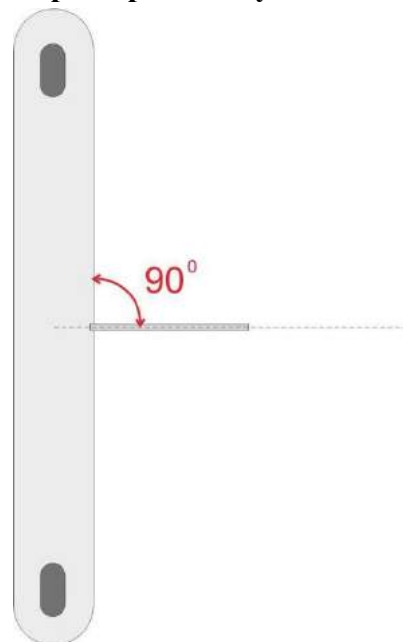

Рис. 16 – Створка в нулевом положении
- 3) Выставить створку в нужное нулевое положение (Рис.16);